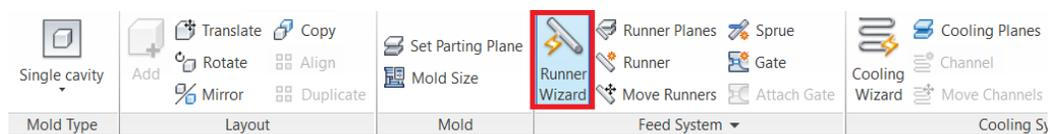
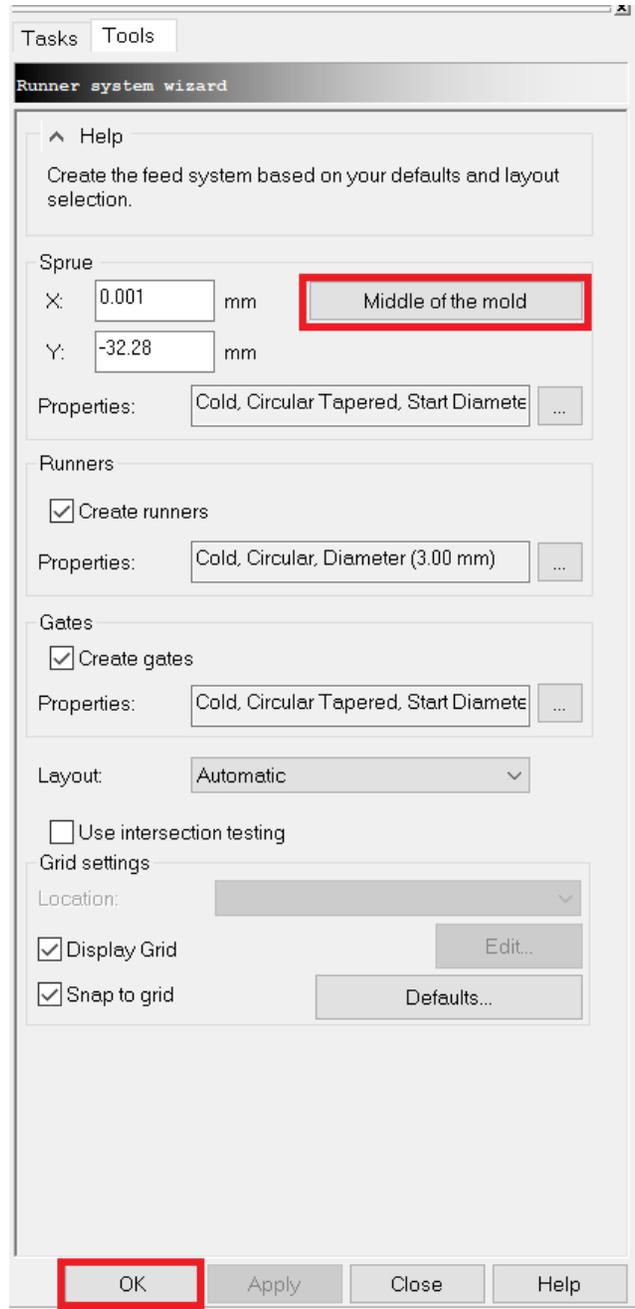

Figura 6.33 Función **Runner Wizard**.
Figura 6.34 Configuración del análisis.
- En el menú seleccionar el botón **Runner Wizard** (Figura 6.33) y posteriormente indicar que el punto de inyección será en el punto medio del molde (Figura 6.34).